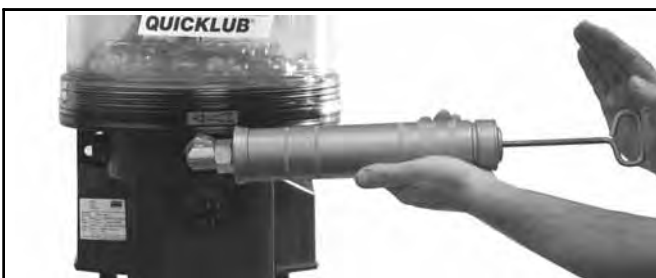

Abb. 9-2 Manuelle Befüllung des Pumpenbehälters (von unten)
- Behälter über den Befüllnippel (siehe Abb. 9-1), über einen Befüllanschluss für Kartuschen (siehe Abb. 9-2) oder falls vorhanden über die Einfüllöffnung von oben bis zur „Max.“ Markierung füllen.